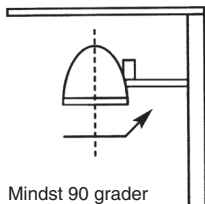

Fig. 3B
**Advarsel:** Belysningen må IKKE rettes mot brennbare overflater (Fig. 3B,C).